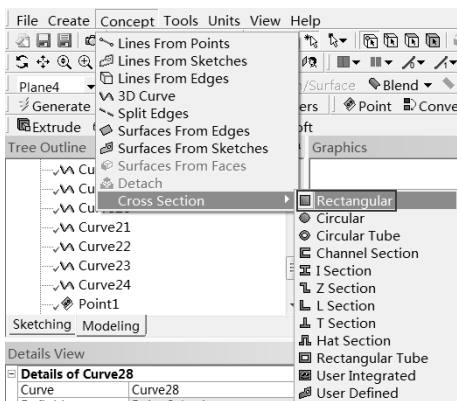

图 5-59 创建截面形状
Step23: 如图 5-59 所示, 选择 Concept Cross Section Rectangular 命令。